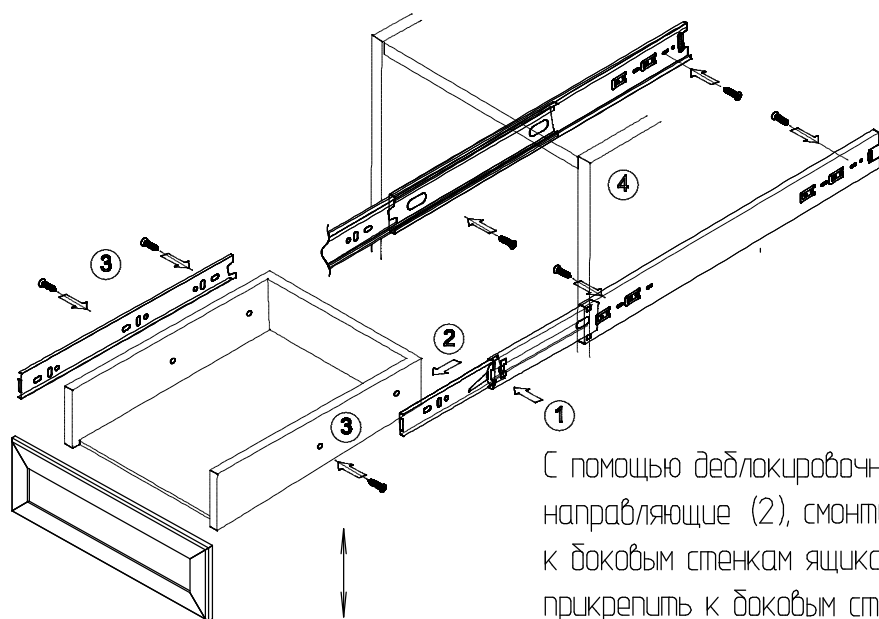

рисунок 1
3. При необходимости отрегулировать ящик по вертикали (рисунок 1)
4. Прикрепить направляющую к боковым стенкам ящика с помощью шурупов 3,5x13 в одно из отверстий (7)*